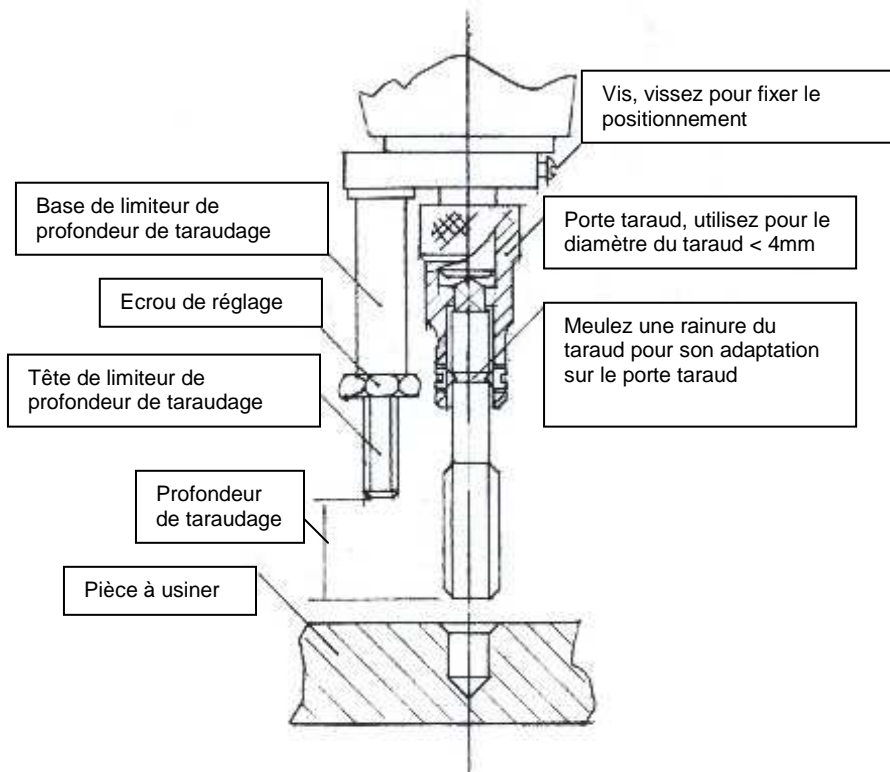
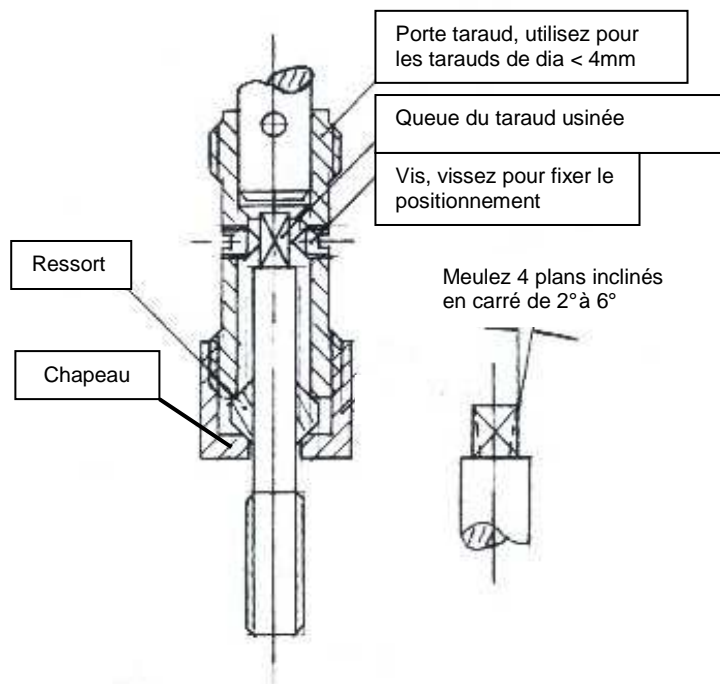

Figure 1
Figure 2
- c. Montez le taraud, réglez le limiteur de profondeur de taraudage(voir Fig1).
- d. Si vous utilisez le porte taraud pour un taraud dont le diamètre est inférieur que 4 mm, vous devrez usiner le taraud avant de l'installer sur le porte taraud. (voir fig1 et fig2)